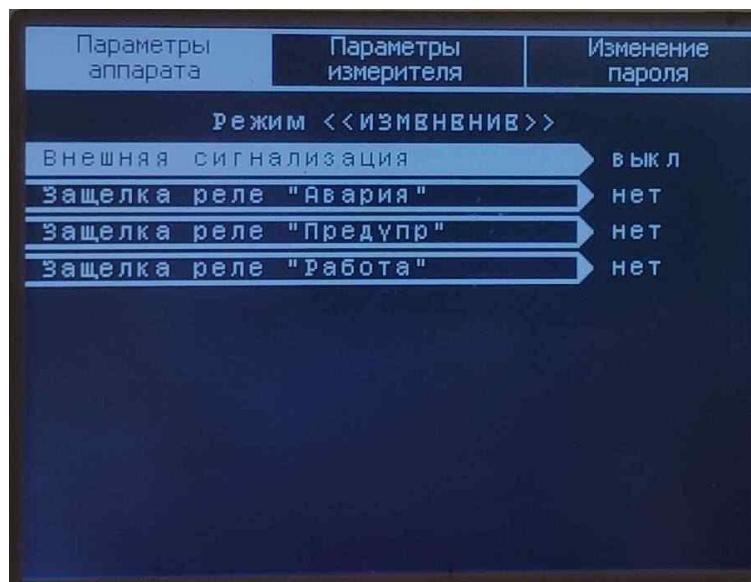

Рисунок 11 – Підрозділ «Конфігурація МС»
2.1.3. «Конфігурація МС» - підрозділ налаштувань реле модуля сигналізації МС (див. рисунок 11).